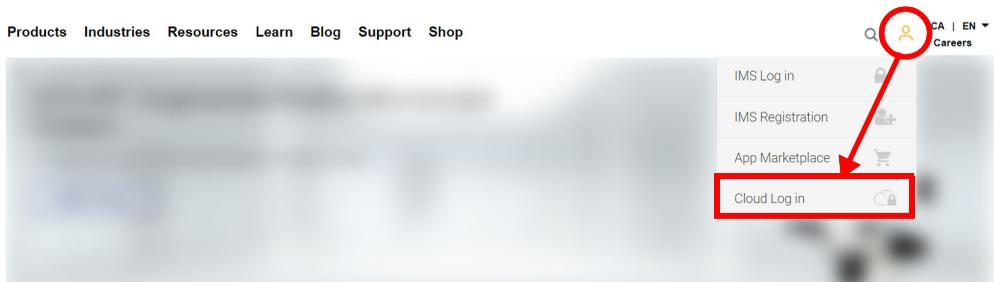

Abbildung 9-5 Cloud Log in (Cloud-Anmeldung)
- Wenn Sie ein neues Konto in der OSC erstellen müssen, rufen Sie die Website [www.olympus-ims.com](http://www.olympus-ims.com) auf und klicken Sie auf **Cloud Log in**, um Ihr Konto zu erstellen (siehe Abbildung 9-5 auf Seite 245).